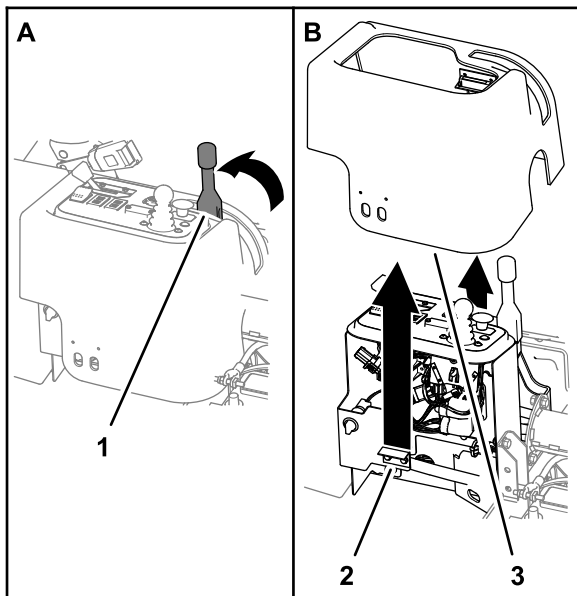

Figura 5
1. Asegúrese de que el freno de estacionamiento está accionado (Figura 5).
2. Tire hacia arriba de la cubierta de la consola para liberar el enganche magnético de la cubierta del soporte del cerradero en el soporte de la consola (Figura 5).